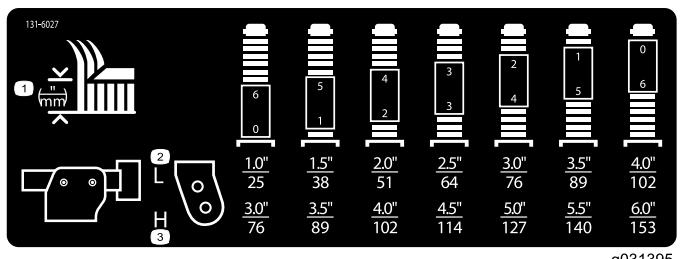

Figura 20
3. Posizionate gli assali delle ruote orientabili negli stessi fori di tutte le forcelle; fate riferimento al grafico (Figura 20) per determinare i fori corretti per l'impostazione dell'altezza di taglio.